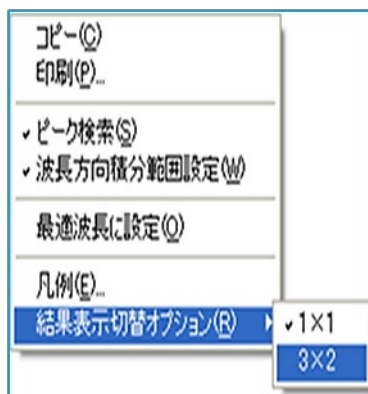

図 57
- ⑰ ピーク上で右クリックして、「結果表示切替オプション」から「3 X 2」を選択します。 図 57